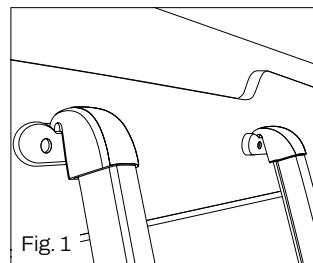

Fig. 1
- Per accedere ai letti sopraelevati agganciare la scaletta (Fig. 1) agli appositi supporti **A** posti frontalmente alla zona a cui si intende accedere (Fig. 2)